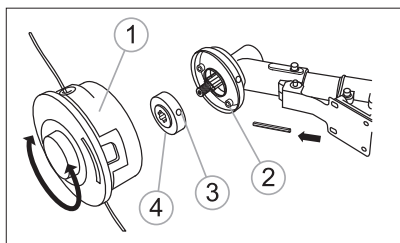

fig. 6
2. Menținând știftul în orificiile 2 și 3 ale carcasei reductorului și ale șaibei pentru flanșă 4 rotiți capul de tăiere cu fir împotriva acelor de ceasornic până la refuz (fig. 6).